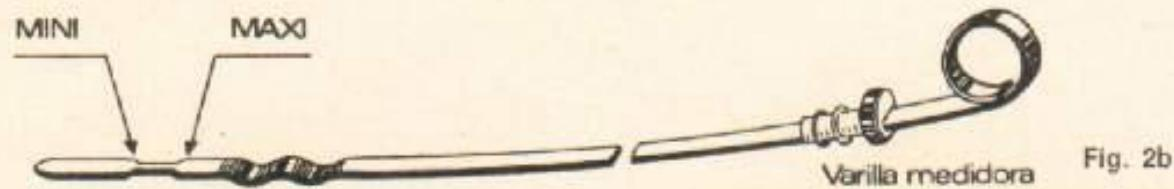

Fig. 2b
- 1) El nivel de aceite del motor no debe descender por debajo de la señal "MINI" (fig. 2b); si por el contrario rebasa la señal "MAXI", el excedente de aceite se quema. Entre las señales MINI y MAXI hay aproximadamente 0,5 litros de aceite. La medición debe hacerse en frío, con el coche bien horizontal. No debe olvidarse jamás de cerrar perfectamente la tapa del depósito de aceite (fig. 3).